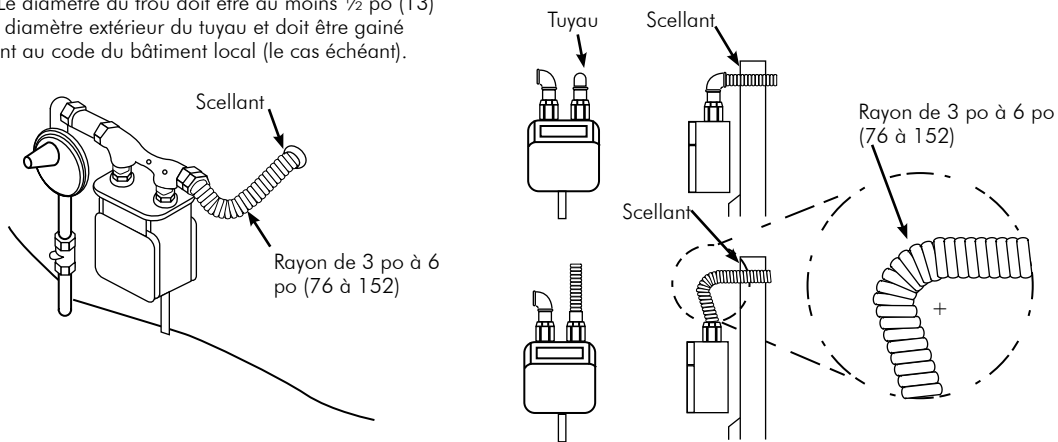

FIG. 4-19 Compteur installé sur un support
- Les compteurs qui sont soutenus indépendamment par un support peuvent être directement connectés à l'extérieur au système Diamondback comme le montre la FIG 4-19. Si possible, les raccords directs doivent inclure une boucle de tuyau de 3 po (76) à 6 po (152) pour tenir compte du tassement différentiel et du mouvement du compteur.